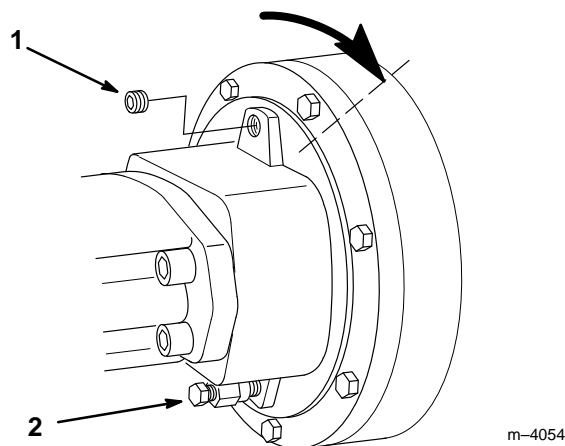

Abbildung 10
2. Den Antriebskopf so drehen, daß sich die Ölablaßschraube oben und die Entlüftungsschraube unten befindet (Abb. 10).
3. Die Ölablaßschraube entfernen (Abb. 10)
4. Den Bohrerantriebskopf so drehen, daß sich die Ablaßöffnung auf 2 Uhr-Position befindet (Abb. 10). Aus der Öffnung sollte Öl auslaufen beginnen.
1. Den Antriebskopf so über einer Ölwanne abstützen, daß sich die Ölablaßschraube (Abb. 10) an der Unterseite des Antriebskopfs befindet und auf die Ölwanne gerichtet ist.